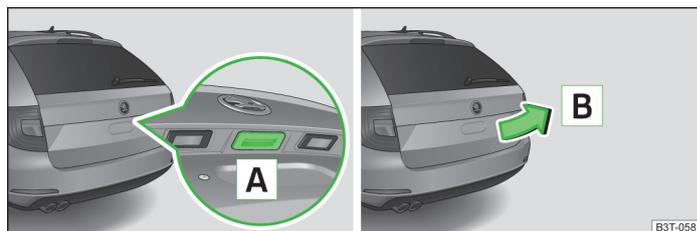

Abb. 21 Griff der Gepäckraumklappe
- › Den Griff  » Abb. 21 drücken und die Klappe in Pfeilrichtung  anheben.